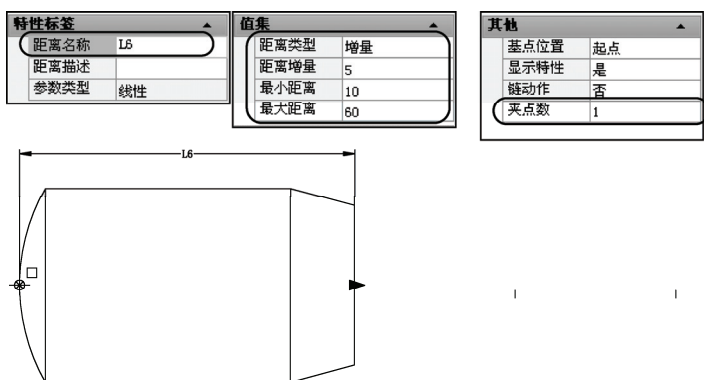

图 9-33 线性操作
3) 执行“参数/线性”工具按钮, 以左端圆弧左象限点为起点, 右端竖直线段的中点为终点, 绘制长度标签; 执行“特性”命令 (mo), 选择刚才绘制好的标签, 在“特性标签”选项中的“距离名称”中更改为“L6”; 在“集值”选项中的“距离类型”中选择“增量”, 在“距离增量”选项中输入“5”, 在“最小距离”中输入“10”, 在“最大距离”中输入“60”; 在“其他”选项中的“夹点数”中选择“1”, 关闭“特性”选项板, 如图 9-33 所示。